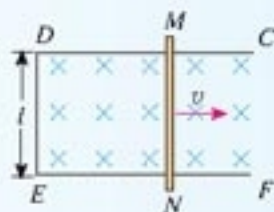

图4.2-15 金属棒  $MN$  在金属架上向右匀速运动
7. 如图4.2-15所示，固定于水平面上的金属架  $CDEF$  处在竖直向下的匀强磁场中，金属棒  $MN$  沿框架以速度  $v$  向右做匀速运动， $t=0$  时，磁感应强度为  $B_0$ ，此时  $MN$  到达的位置恰好使  $MDEN$  构成一个边长为  $l$  的正方形。为使  $MN$  棒中不产生感应电流，从  $t=0$  开始，磁感应强度  $B$  应怎样随时间  $t$  变化？请推导这种情况下  $B$  与  $t$  的关系式。